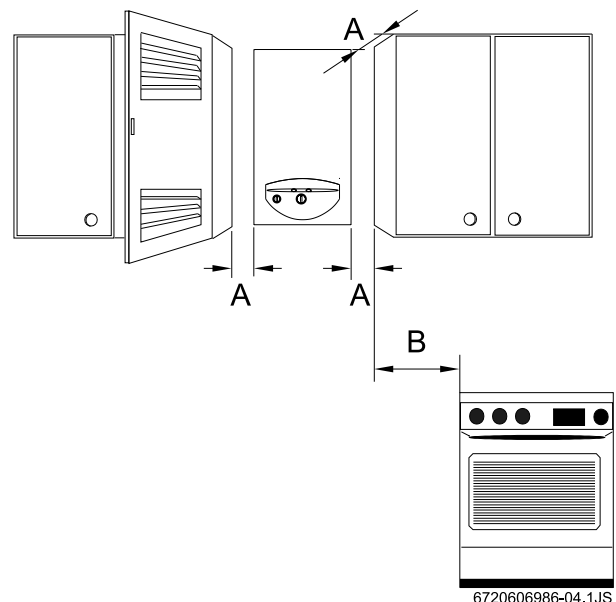

Fig. 8 Minsteavstander
- ▶ Overhold minste installasjonsmål som vist i Fig. 8.
- ▶ Sikre tilstrekkelig tilgang for vedlikeholdsarbeider. Ta likevel hensyn til minsteavstandene oppgitt i Fig. 8.